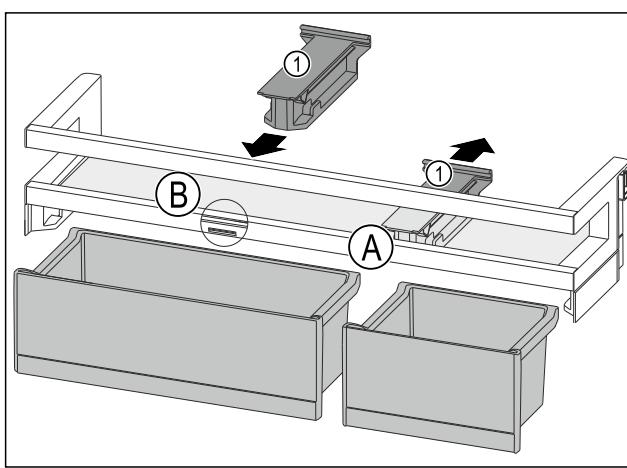

Fig. 88
- ▶ 将定位件 Fig. 88 (1) 向后拉至位置 Fig. 88 (A)。
- ▶ 将定位件 Fig. 88 (1) 插入至位置 Fig. 88 (B)。